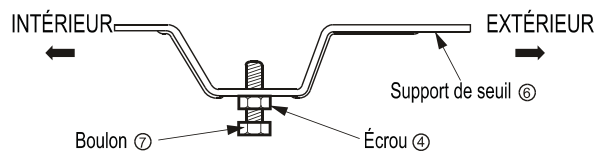

Fig. 3
3. Retirez les blocs de polystyrène qui ont servi au transport du compresseur. (Fig. 3)
3. Assemblez le support de seuil ⑥ à l'aide des pièces illustrées dans la fig. 3 mais ne les serrez pas. (Fig. 3)